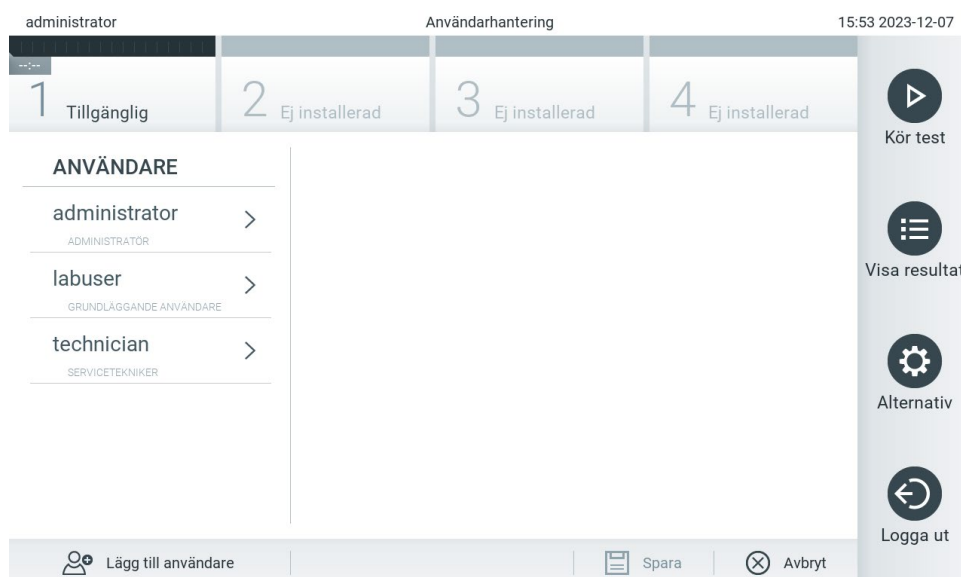

Bild 50. Skärmen User Management (Användarhantering).
1. Tryck på **Options** (Alternativ) > **User Management** (Användarhantering) för att konfigurera användare. Skärmen User Management (Användarhantering) visas i skärmens innehållsområde (bild 50).